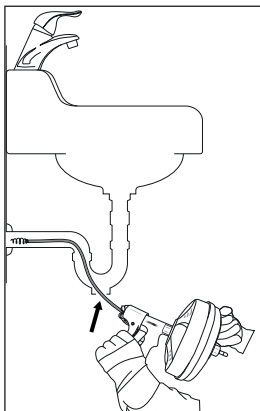

Bild 1
- Förbered produkten och arbetsområdet enligt dessa instruktioner för att minska risken för person- och sakskador, t ex skador orsakade av elchock, brand, att produkten välter, en vriden eller trasig spiral ⑧ eller personskador på grund av kemikalier, infektioner eller andra orsaker.
- På andra tvättställ kan en propp eller sifon behöva tas bort (se bild 1). Placera alltid en behållare under öppningen eller sifonen för att fånga upp eventuellt vattenläckage.